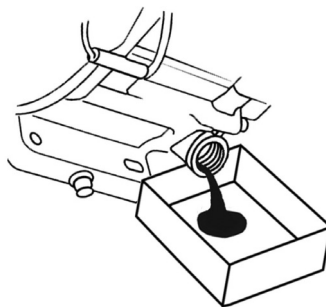

Рис. 16 Замена моторного масла
6. С помощником наклоните мотокультиватор в сторону маслозаливной горловины двигателя и слейте отработанное масло через маслозаливную горловину в подготовленную для этого емкость (Рис. 16).